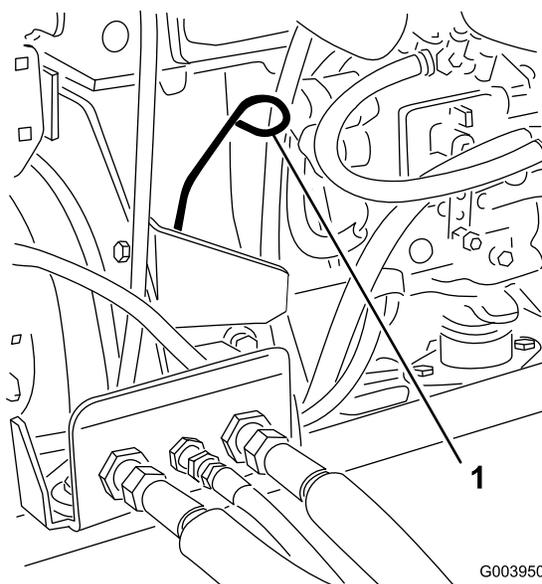

図 27
3. ディップスティックを抜き取り、付いているオイルをウェスで拭きとってもう一度差し込む(図 27)。